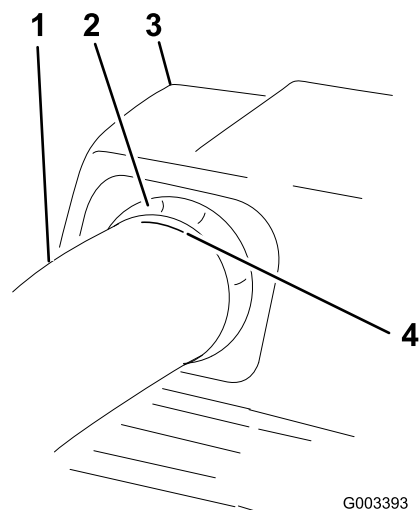

Figura 25
7. Una vez que obtenga la medida de 19 mm, marque el tubo superior en el exterior, en el punto donde sobresale el sello de goma (Figura 25).
11. Compruebe que la marca hecha en Figura 25 está todavía en su lugar.